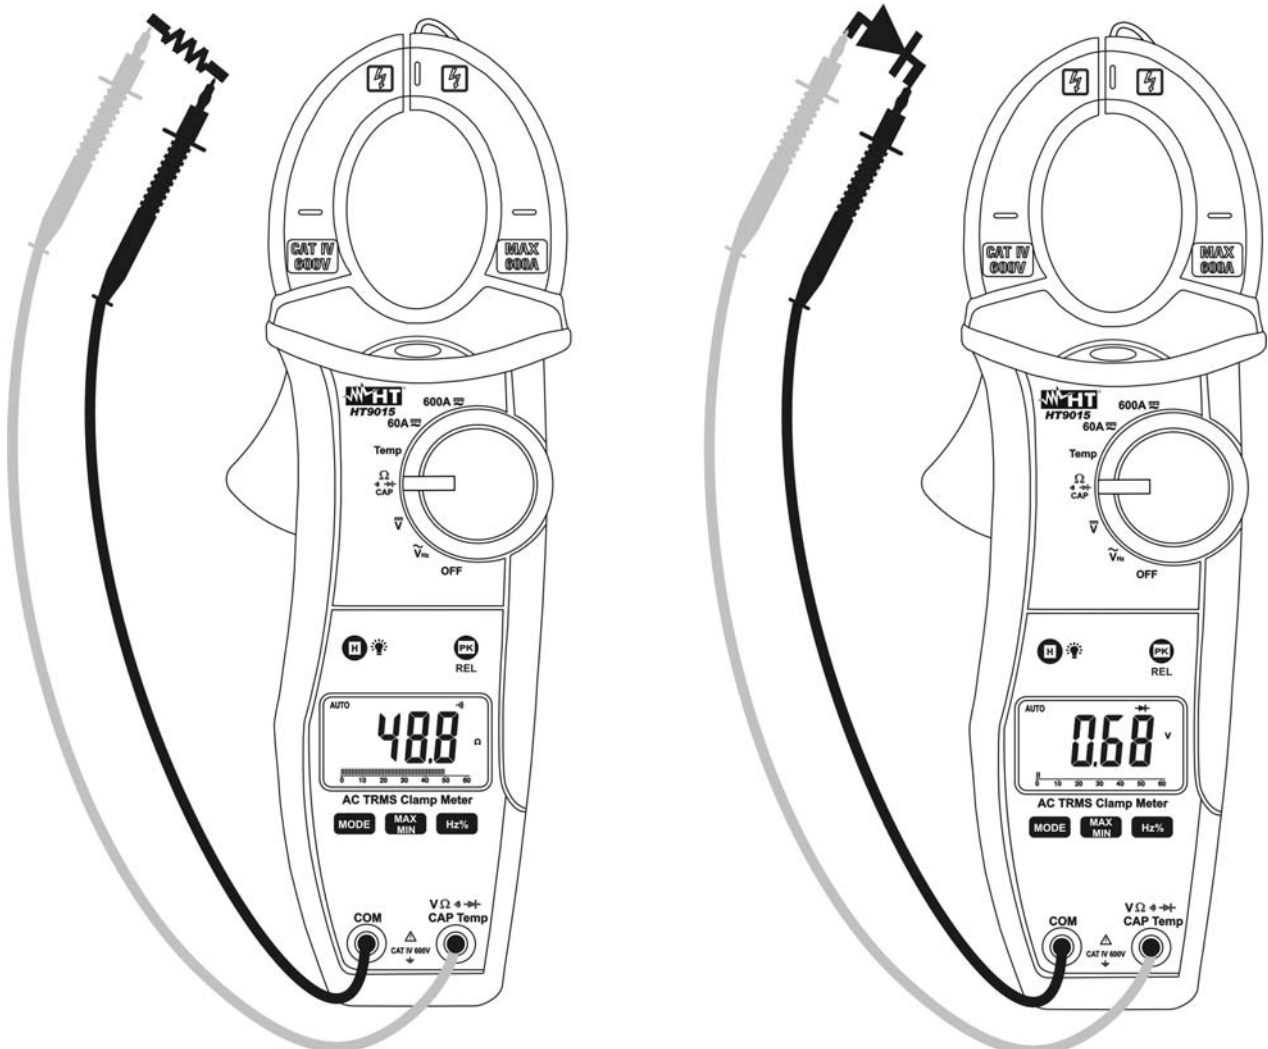

Abb. 6: Durchgangsprüfung und Diodentest
3. Verbinden Sie die Meßleitungen mit den Eingangsbuchsen. Die rote Meßleitungsbuchse mit der **V  $\Omega \rightarrow \text{CAP Hz \% Temp}$**  Eingangsbuchse, die schwarze Meßleitungsbuchse mit der **COM** Eingangsbuchse, und verbinden Sie die Meßspitzen mit dem Messkreis (Abb.6 linke Seite). Der Meßwert wird angezeigt.